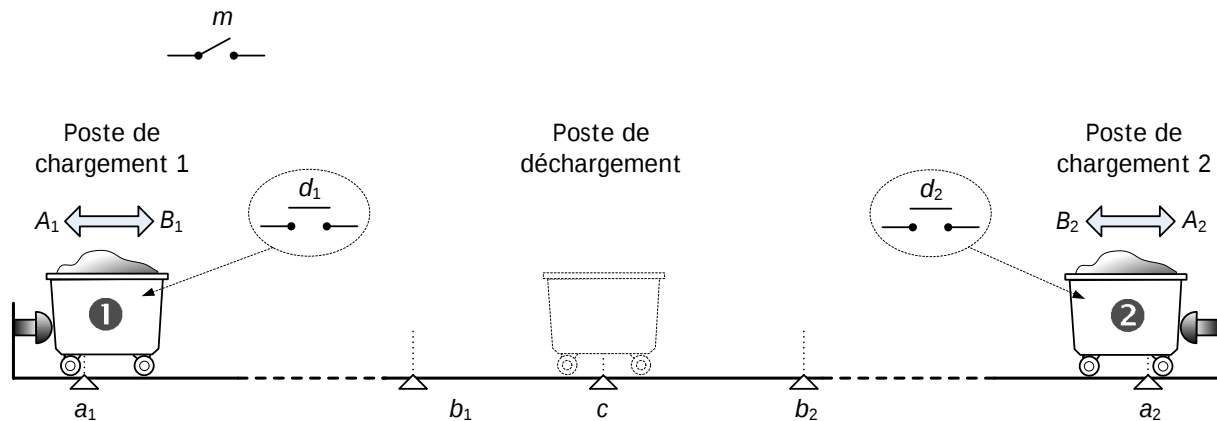

Figure 7 : Système semi-automatisé de deux chariots.
Le système semi-automatisé présenté à la figure 7 consiste en deux chariots à charbon qui se déplacent sur la même voie dans une mine (seulement les extrémités et la partie centrale de cette voie sont présentées à la figure). À chaque extrémité de la voie, un mineur remplit manuellement son chariot i ($i = 1, 2$). Quand le chariot est plein, le mineur appuie sur un bouton-poussoir d_i qui se trouve sur le chariot. Immédiatement, le chariot actionné par le moteur B_i se déplace dans la direction du capteur de présence b_i . Si le poste de déchargement est libre, le chariot avance jusqu'au capteur de présence c , est déchargé manuellement par un troisième mineur, et après que ce mineur appuie sur le bouton-poussoir d_i , le chariot retourne actionné par le moteur A_i jusqu'au poste de chargement i . Si le poste de déchargement est occupé, le chariot attend son tour en b_i . Le poste de déchargement n'est utilisable que par un chariot à la fois, ce qui veut dire que pour des raisons de sécurité, un seul chariot doit se retrouver entièrement entre b_1 et b_2 , en tout temps.
Solution proposée :**Figure 7 :** GRAFCET de niveau 2 du système semi-automatisé de deux chariots.
La solution présentée à la figure 7 utilise un drapeau (F) pour indiquer la présence d'un chariot dans la zone de déchargement. Notez l'utilisation du front montant pour les entrées d_1 et d_2 pour combler le problème des boutons-poussoirs qui restent souvent enfoncés. Notez aussi que le drapeau est annulé au moment où le chariot quitte la zone de déchargement ($\downarrow b_i$). Notez également que la réceptivité après l'étape 14 contient $/X4$ pour se protéger de la très peu probable éventualité où les deux chariots arrivent en b_i pendant le même cycle de scrutation (généralement quelques millisecondes...), et ainsi donner priorité au chariot 1. Finalement, notez l'ajout des conditions $X19$, $/X19$, $X9$, et $/X9$ nécessaires pour la peu probable éventualité où l'opérateur met $m = 0$, et une fois qu'un des deux chariots est rendu à son poste de chargement (étape 9 ou 19), l'opérateur remet $m = 1$.